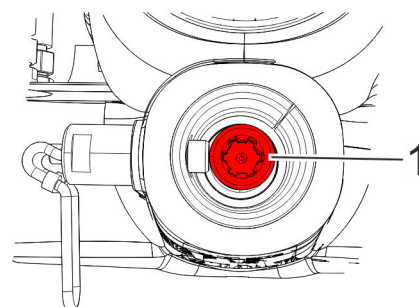

Abb. 57: Zapfwelle schmieren
3. ▶ Zapfwelle (Abb. 57/1) mit dem Pinsel schmieren.